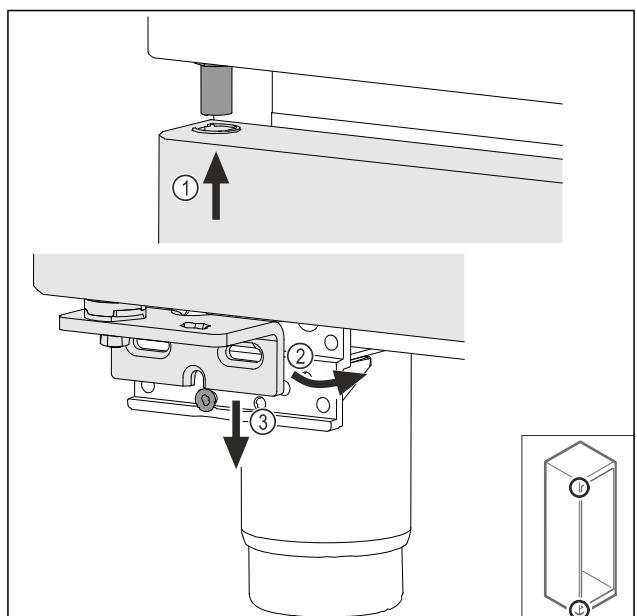

Fig. 74
- Ievadiet augšā durvis mazliet sagāztā veidā Fig. 74 (1), nolīmējiet durvis taisni Fig. 74 (2) un uzlieciet apakšā uz gultņa balsta skrūves Fig. 74 (3).